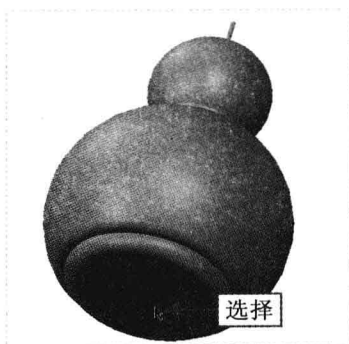

图 8-52 选择合适的草绘平面
Step 04 弹出“设置草绘平面”和“设置平面”菜单管理器，在绘图区选择合适的草绘平面，如图 8-52 所示。